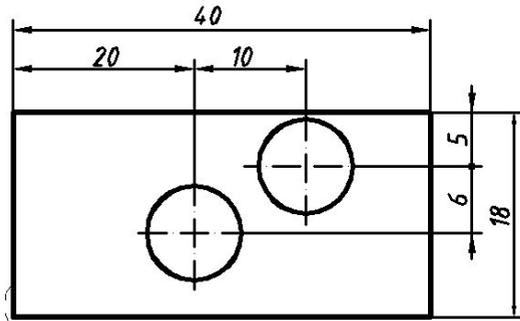
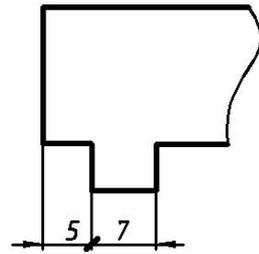

Fig. 2.6
Fig. 2.7
**Linia de cotă** se trasează cu linie continuă subțire paralel cu liniile de contur ale proiecției, la o distanță de min 10 mm de la contur și min 7 mm dintre liniile de cotă. Se recomandă evitarea intersecției liniilor de cotă între ele sau cu alte linii ajutătoare și dispunerea în afara reprezentării în ordine crescătoare (fig. 2.6).
**Extremitățile liniei de cotă.** Linia de cotă este delimitată, ca regulă, de săgeți cu lungimea de  $2,5 \pm 5$  mm. În cazul lipsei de spațiu, săgețile se înlocuiesc cu puncte pronunțate (fig. 2.6) sau cu bare oblice (dungi) sub  $45^\circ$  către linia de cotă (fig. 2.7) cu lungimea de  $3 \div 4$  mm trasate cu linie groasă.